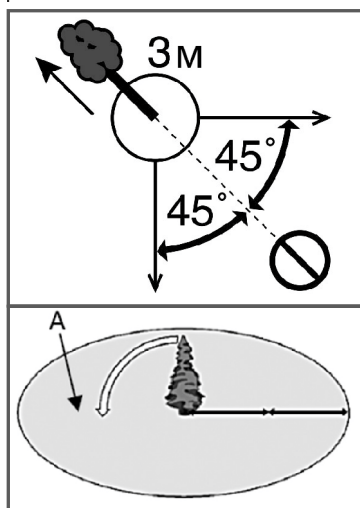

Рис. 10 Зона безопасности при валке
4. Обязательно выберите путь отхода. Путь отхода должен быть направлен по диагонали в сторону, противоположную направлению падения, под углом 45 градусов, необходимо отойти минимум на 3 метра от ствола, на тот случай, если во время падения комель дерева отскочит в сторону. Зона безопасности (А) должна быть не менее 2½ высоты дерева (Рис. 10). Выберите направления падения дерева, для этого следует учесть силу и направление ветра, естественный наклон дерева, равномерность распределения веток в кроне дерева.